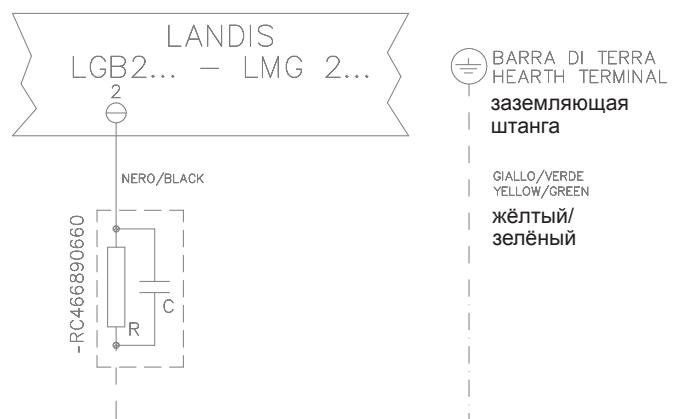

Рис. 27
В случае, если электропитание горелки 230 В фаза-фаза при электронном блоке контроля пламени Brahma VM4..., для увеличения напряжения между электродом и массой нужно использовать трансформатор Brahma AR1 (наш код 2531006), подсоединеный, как показано на Рис. 27а
Рис. 27а
*В этих случаях подключите цепь RC см. Рис. 27 и Рис. 27а.